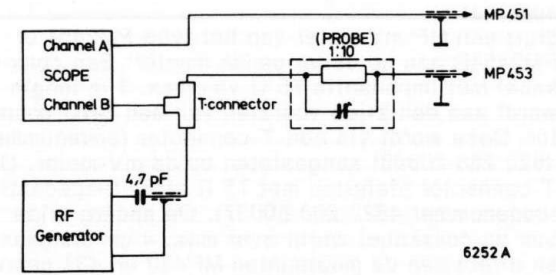

Fig. 14
- Sluit een dubbelstraal oscillograaf aan op de volgende manier (zie fig. 14).